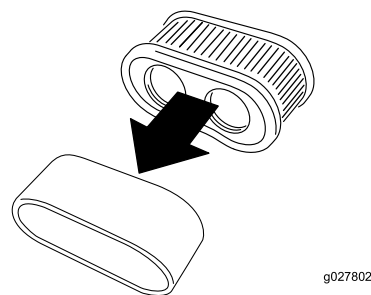

Figure 27
5. Sortez l'élément en mousse de l'élément en papier (Figure 27).